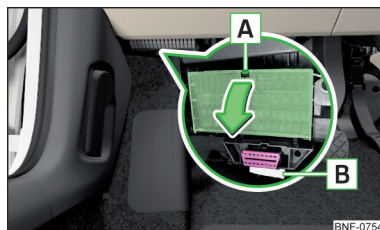

Fig. 167
Los fusibles se encuentran debajo del volante en la parte inferior del cuadro de interruptores » fig. 167.
- Presione la orejeta **A** » fig. 167.